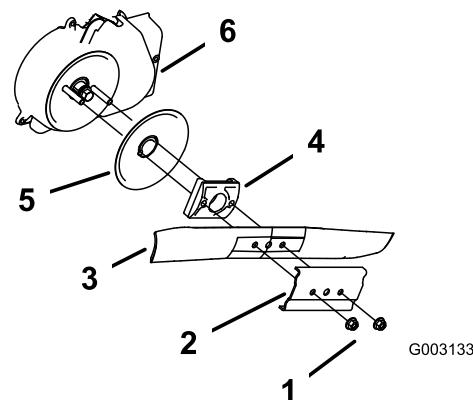

Figura 34
- Retire las 2 tuercas de la cuchilla y el refuerzo (Figura 34).
- Retire la cuchilla (Figura 34).
- Retire el impulsor de la cuchilla y el disco (Figura 34).
- Retire el protector del embrague del freno de la cuchilla (Figura 34).
- Instale la cuchilla y el refuerzo que retiró anteriormente (Figura 34).